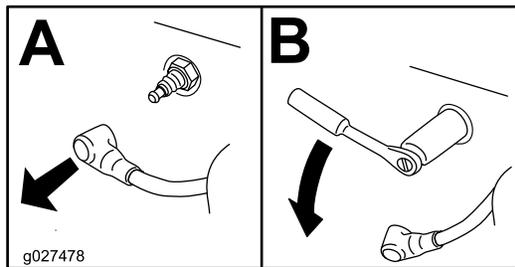

Рисунок 25
3. Снимите свечу зажигания (Рисунок 25).